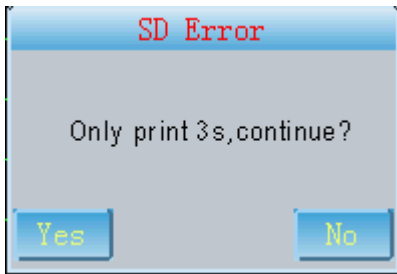

Fig. 13-11-4
- 4 Se non è presente memoria sufficiente a memorizzare il caso, comparirà l'avviso mostrato in Fig.13-11-4.